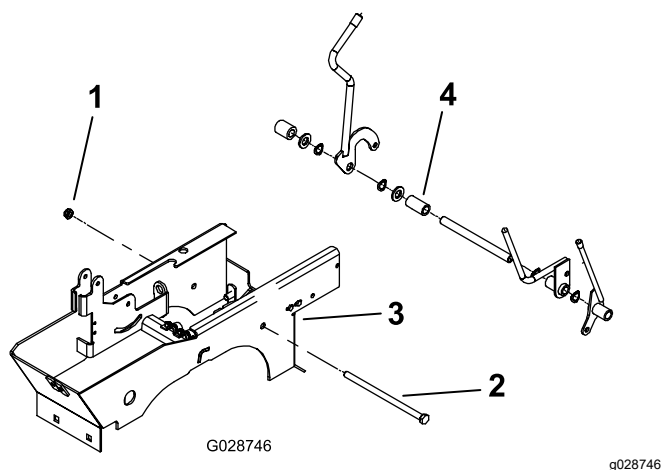

Bild 7
- Entfernen Sie die Mutter und Schraube, mit denen die Hebel des Bedienfelds an der Hebelstützhalterung (Bild 7) befestigt sind, und nehmen Sie den Bedienfeldhebel von der Hebelstützhalterung ab.
- Nehmen Sie das Distanzstück (Bild 7) vom Teil ab und montieren Sie stattdessen den neuen Zapfwellenhebel am Schwenkrohr.